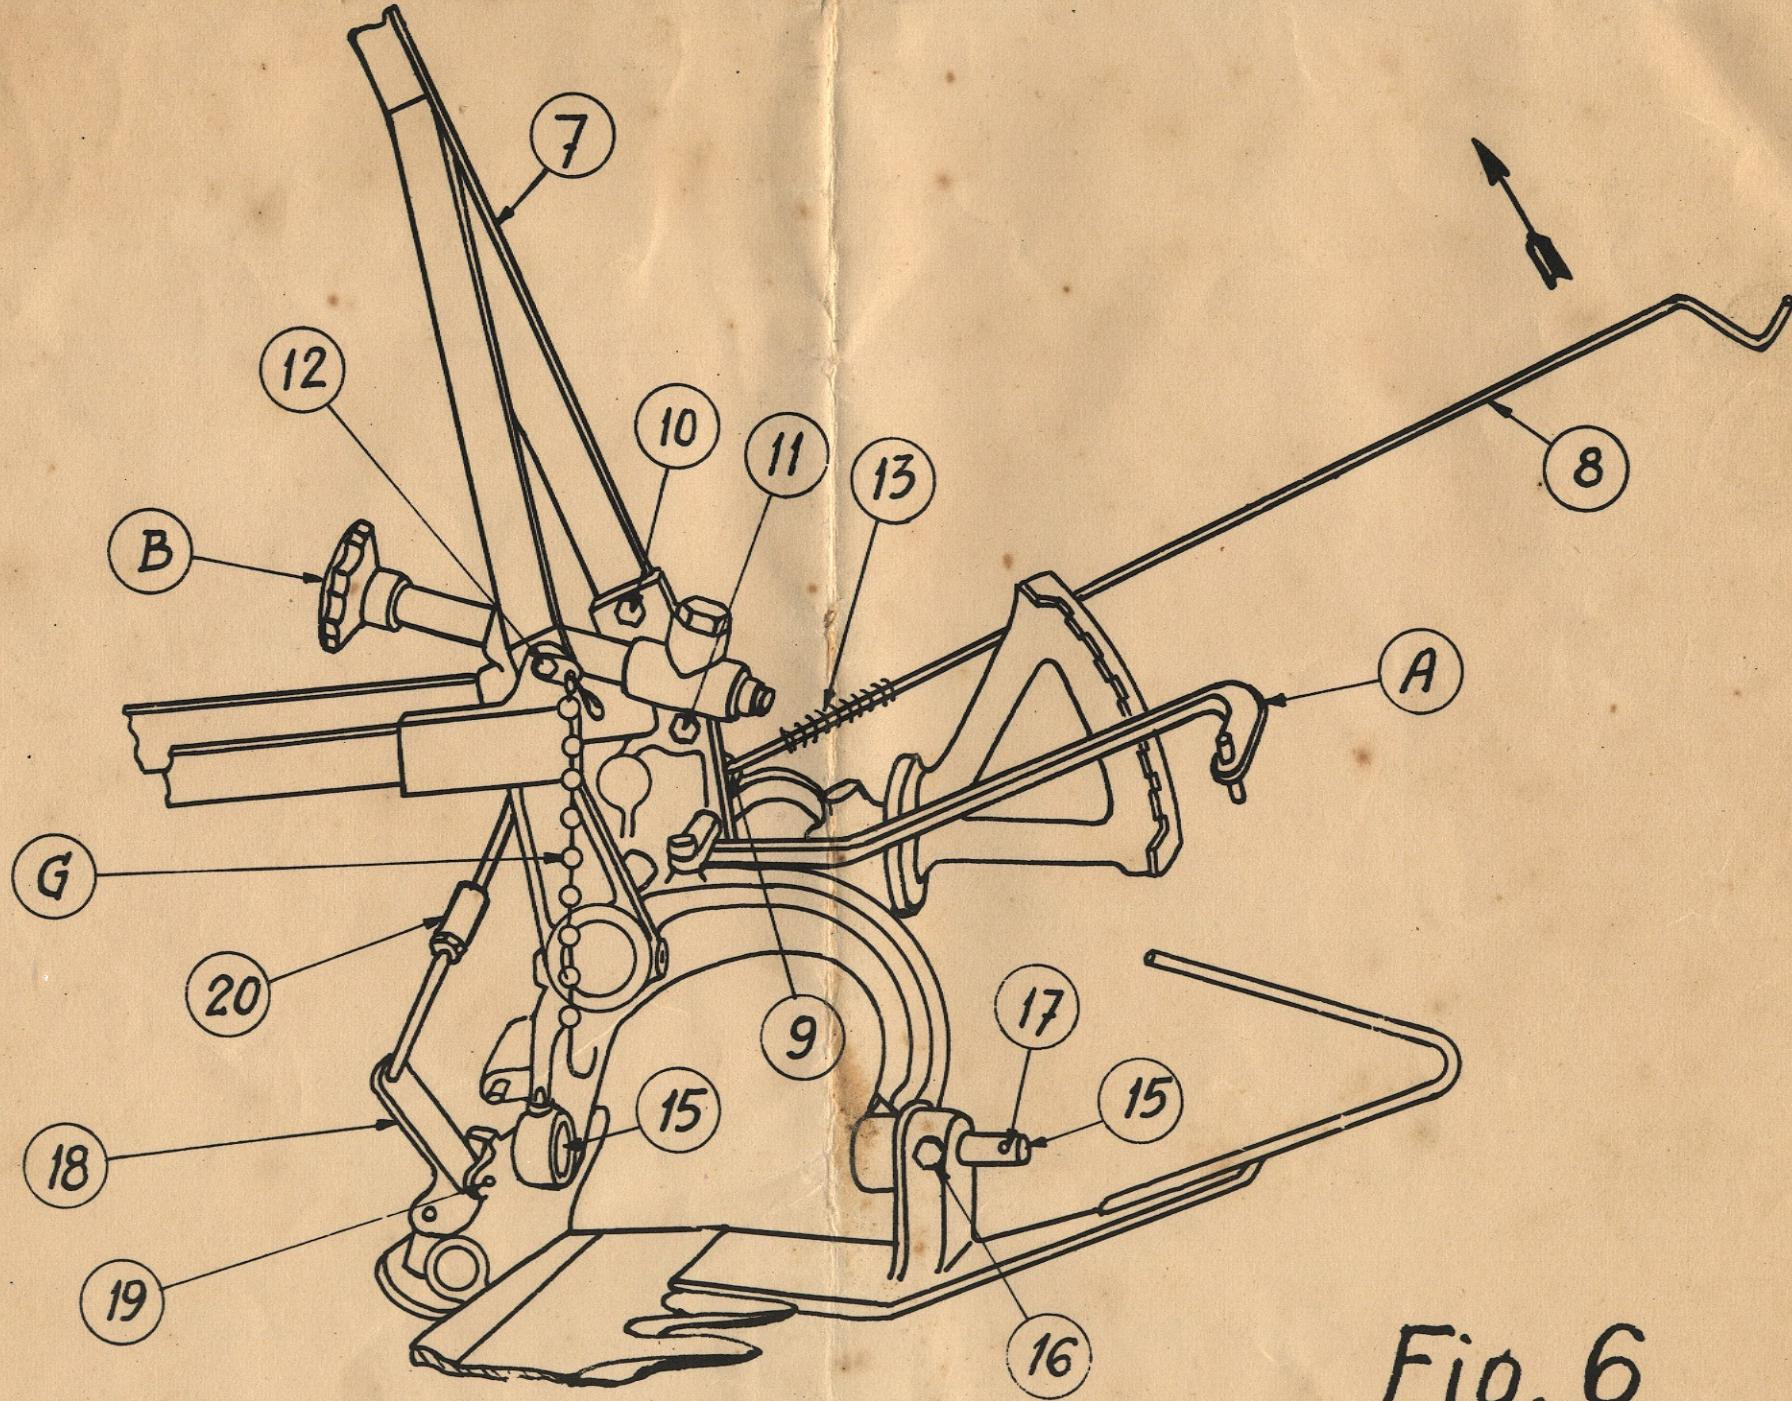
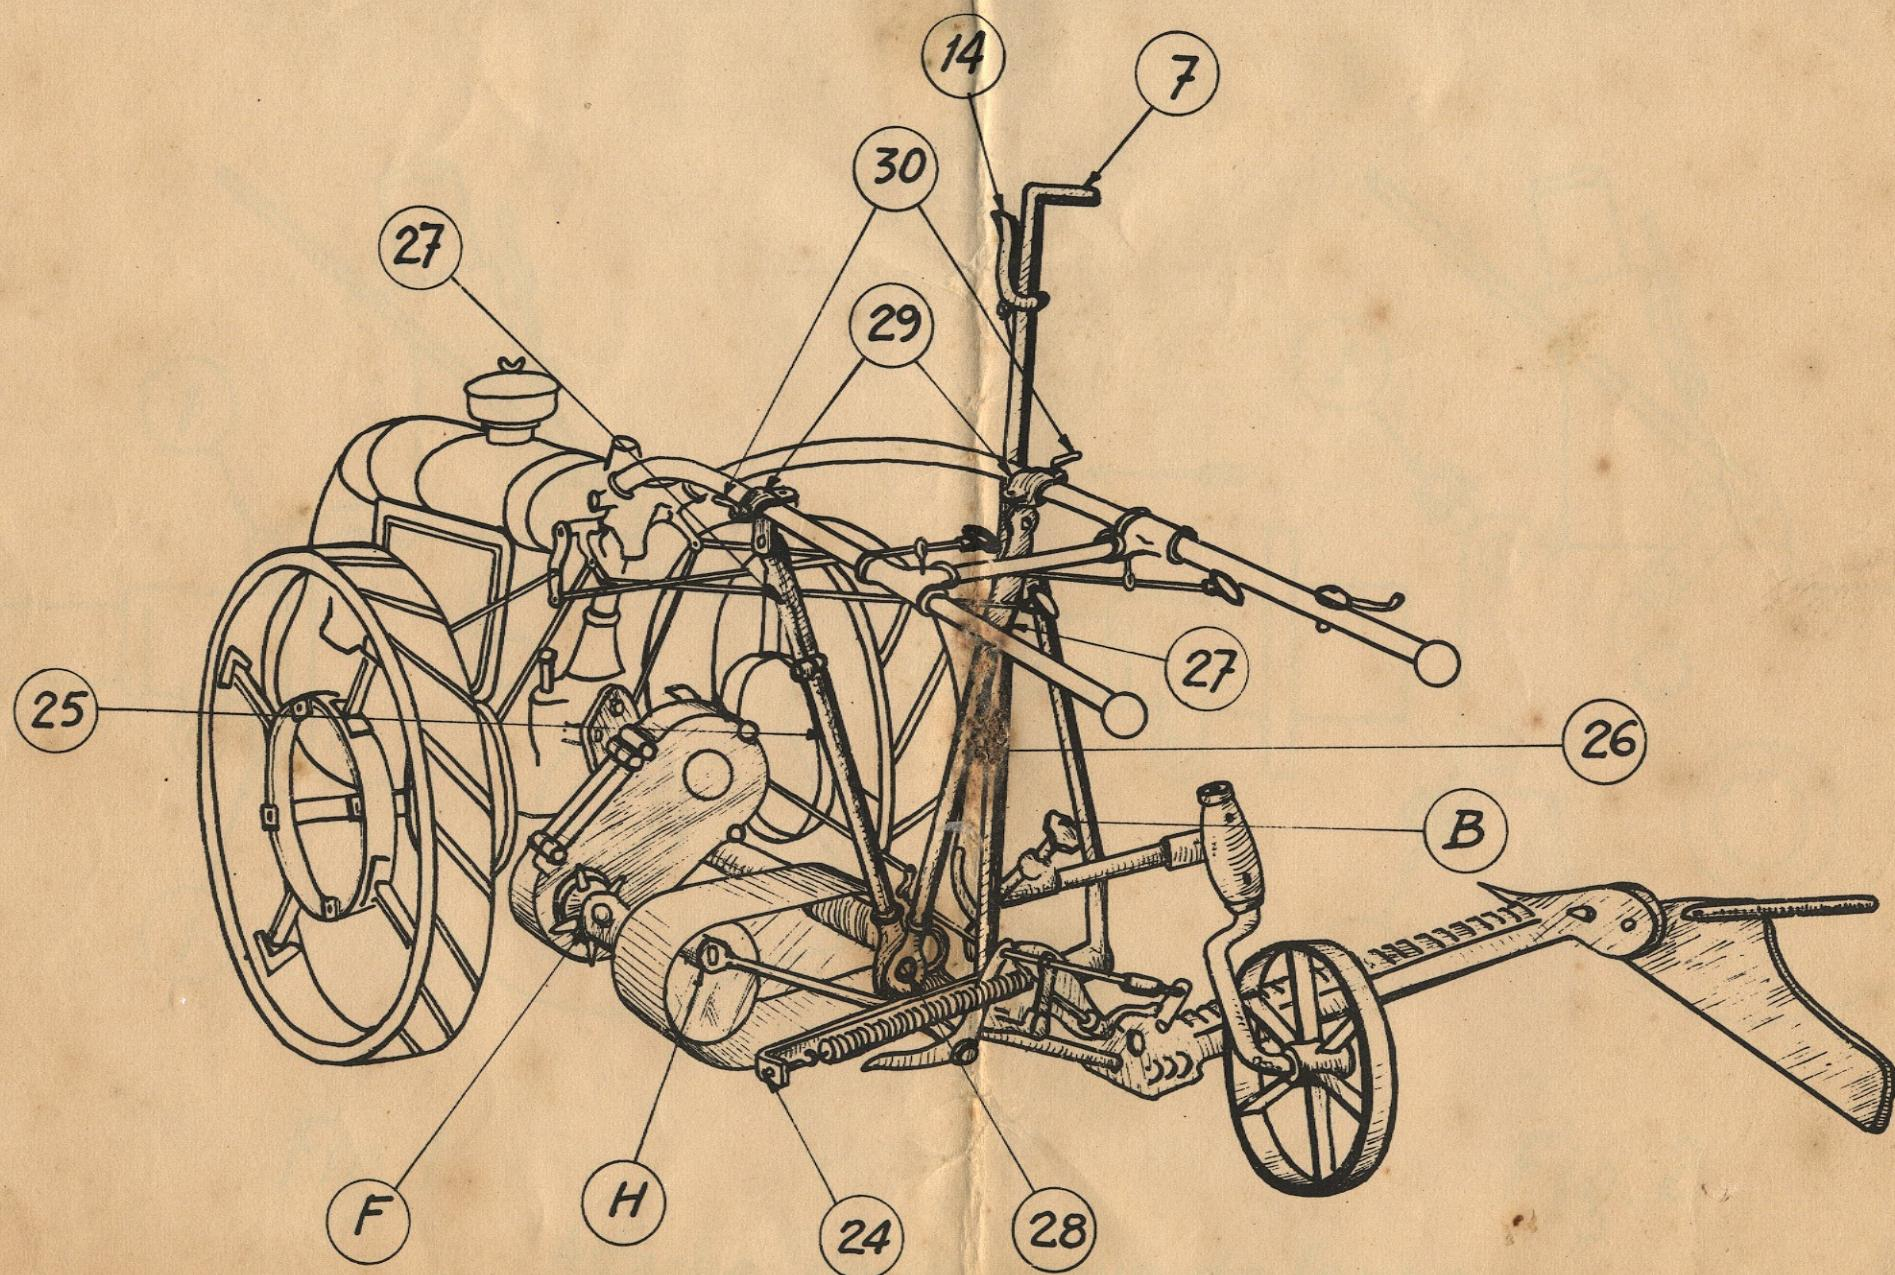

Fig. 6
Fig. 7
5. Mise en place du levier de relevage. Ce levier qui a dû être enlevé pour le transport de la faucheuse est marqué 7 sur les figures 6 et 7. On commence par accrocher l'extrémité de la tringle 8 dans le trou du cliquet 9. Celle-ci étant maintenue dans la position visible sur la figure 6, on fixe le levier 7 à l'aide des vis 10 et 11 et du boulon 12. Ensuite la tringle 8 est rabattue sur le levier 7 en veillant à ce que le ressort 13 soit pris sous le crochet en forme de fer à cheval soudé sur le levier. L'extrémité supérieure de la tringle est introduite dans le trou prévu à cet effet dans la poignée 14 (fig.7) puis arrêtée au moyen d'une gouille fendue.
6. Mise en place du peigne (fig.6). Placer le sabot intérieur en regard du support et faire correspondre les trous des chevilles. Introduire les chevilles 15, puis les fixer au moyen des vis 16.
8. Tendre le ressort de compensation en tournant l'écrou 24 (fig.7)
9. Relier le guidon du motoculteur à la faucheuse à l'aide des deux bras réglables fournis avec la machine. Ces 2 bras 25 et 26 (fig.7), dont la longueur se règle selon la hauteur désirée du guidon par coulissemement des chapes 27, se fixent à la faucheuse à l'aide d'un seul écrou 28. Ils se fixent au guidon au moyen des colliers 29 serrés par les manettes 30.
1. Réglage de coupe - Par l'intermédiaire du petit levier horizontal A (fig. 6) on peut régler l'inclinaison du peigne et faire varier ainsi la hauteur de l'extrémité des doigts au-dessus du sol. Le levier est maintenu à sa place par un ressort qui l'empêche de sortir de la dent du secteur dans lequel il est engagé. Pour varier l'inclinaison, il faut dégager le levier, en le tirant hors du secteur.
2. Réglage hauteur du sabot - Au moyen de la vis B (fig. 6 & 7) on peut régler à volonté la hauteur du sabot intérieur au-dessus du sol. Il suffit pour cela de tourner cette vis ou à droite ou à gauche pour faire descendre ou monter le sabot.
8. Marche sur route - Le déplacement de la motofaucheuse peut se faire soit le sabot relevé, c'est-à-dire le levier de relevage 7 (fig.7) tiré en arrière, soit le sabot abaissé. Dans ce cas, il faut donner quelques tours à la vis B pour que le sabot ne touche pas le sol, en outre la bielle doit être retenue par la chaînette G (fig.6) ceci afin que la lame ne traîne pas sur la terre.
9. Graissage - Nous recommandons de graisser souvent, environ toutes les demi-heures la tête de lame T (fig.5), le coussinet de bielle H (fig.7) ainsi que les quatre appuis du couteau de la faucheuse; exceptionnellement, lorsqu'il s'agit d'un terrain sablonneux, ne pas graisser les appuis du couteau, car le sable de ces terrains, en mélange avec l'huile, ronge très rapidement ces appuis.
10. Tension des courroies - Il peut arriver qu'à la longue les courroies doivent être retendues. Pour cela desserrer les quatre écrous servant à bloquer le palier porte-manivelle dans son support ainsi que celui sur la protection de manivelle, ensuite, faire pivoter sur lui-même le dit palier dans le sens des aiguilles d'une montre en se servant du croisillon F (fig.7), puis rebloquer tous les écrous. Ne pas exagérer la tension.